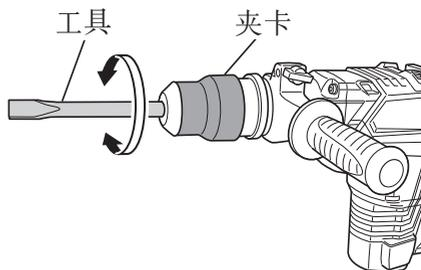

图 8
- (b) 如图 8 所示，转动夹持器或工具并将工具固定在所需的作业方向。
- (c) 请根据上面 (1) 中所述的步骤，将选择杆切换至“锤击”的位置并固定工具的位置。